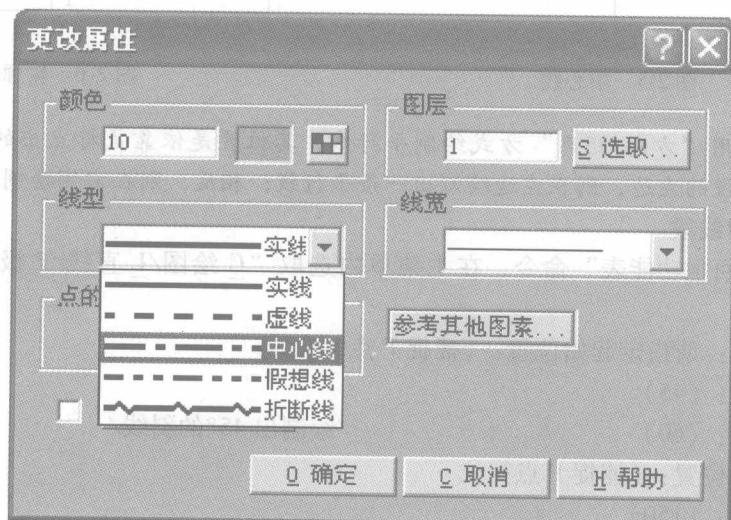

图 2-4 “更改属性”对话框
1) 选择“回主功能表”命令，在子菜单内选取“图素属性”命令，系统弹出“更改属性”对话框，如图 2-4 所示，修改“线型”为中心线，单击“确定”。